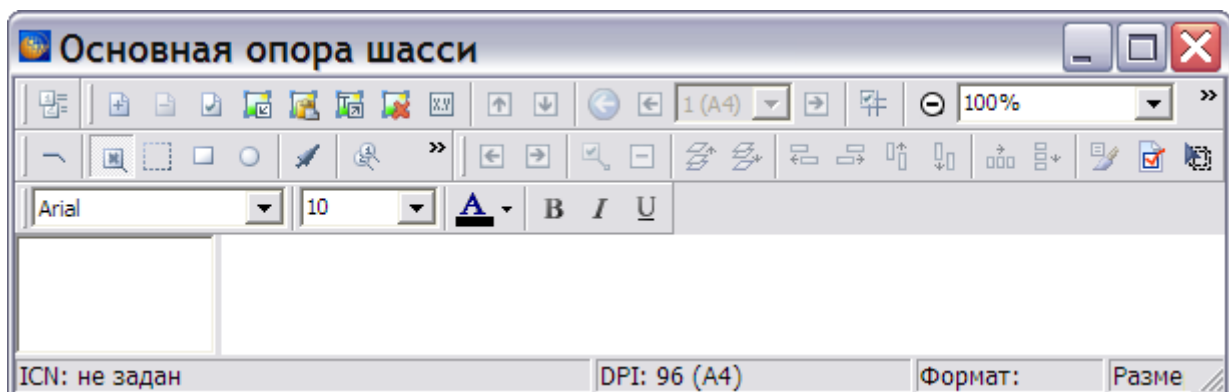

Рис. 7.57
- Нажмите на кнопку **Применить**. При этом откроется окно для создания и редактирования иллюстраций с названием иллюстрации «Основная опора шасси» (Рис. 7.57).